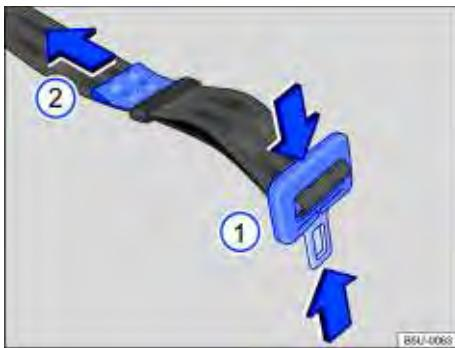

Fig. 56 Ajustar o cadarço do cinto de segurança subabdominal.
- Pressionar a lingueta na direção das setas ⇒ Fig. 56 (1) e alongar totalmente o cinto de segurança.
- Apertar a lingueta contra o fecho do cinto de segurança e puxar a extremidade (2) no sentido da seta, até atingir uma folga máxima de 5 cm (3 dedos) na região pélvica.